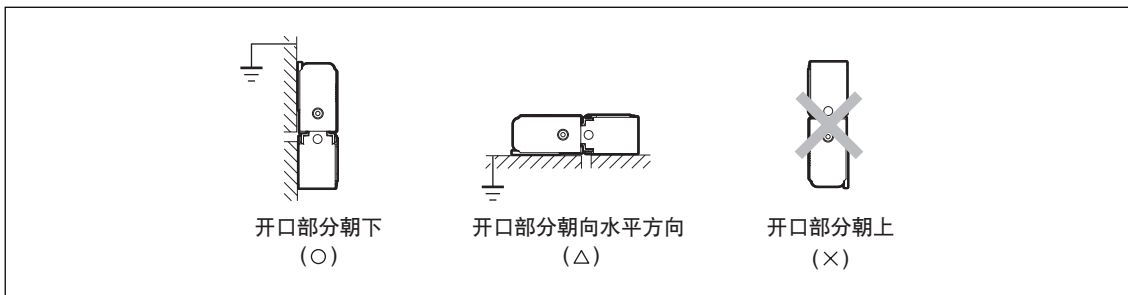

图2-1
- 请将直线标尺的开口部分朝下安装直线标尺。如果无法使开口部分朝下，请使开口部分朝向水平方向。请不要在开口部分朝上的状态下安装。(图2-1)